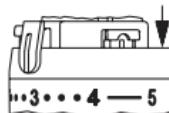

Abb. 8
3. Zur oberen Begrenzung des Einstellbereiches, wird das zweite Element, in die Position eine Nut nach der Merkzahl „4“ eingesteckt (Abb. 8).